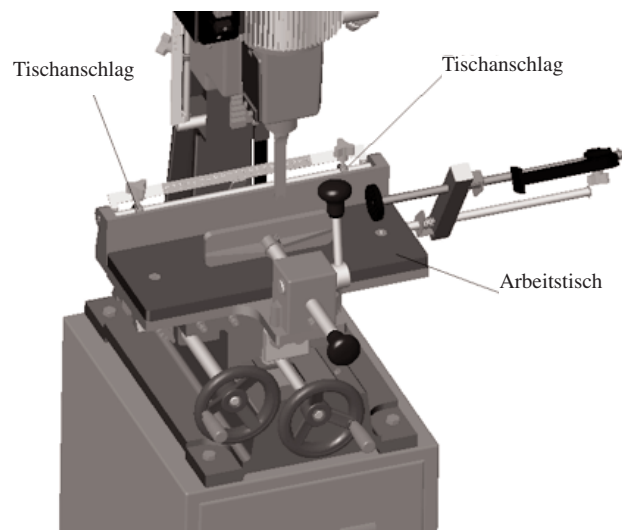

Abbildung 5
3. Stellen Sie die Tischanschläge entsprechend der erforderlichen Schnittlänge ein (Abb. 5); ziehen Sie danach die Flügelschrauben fest.